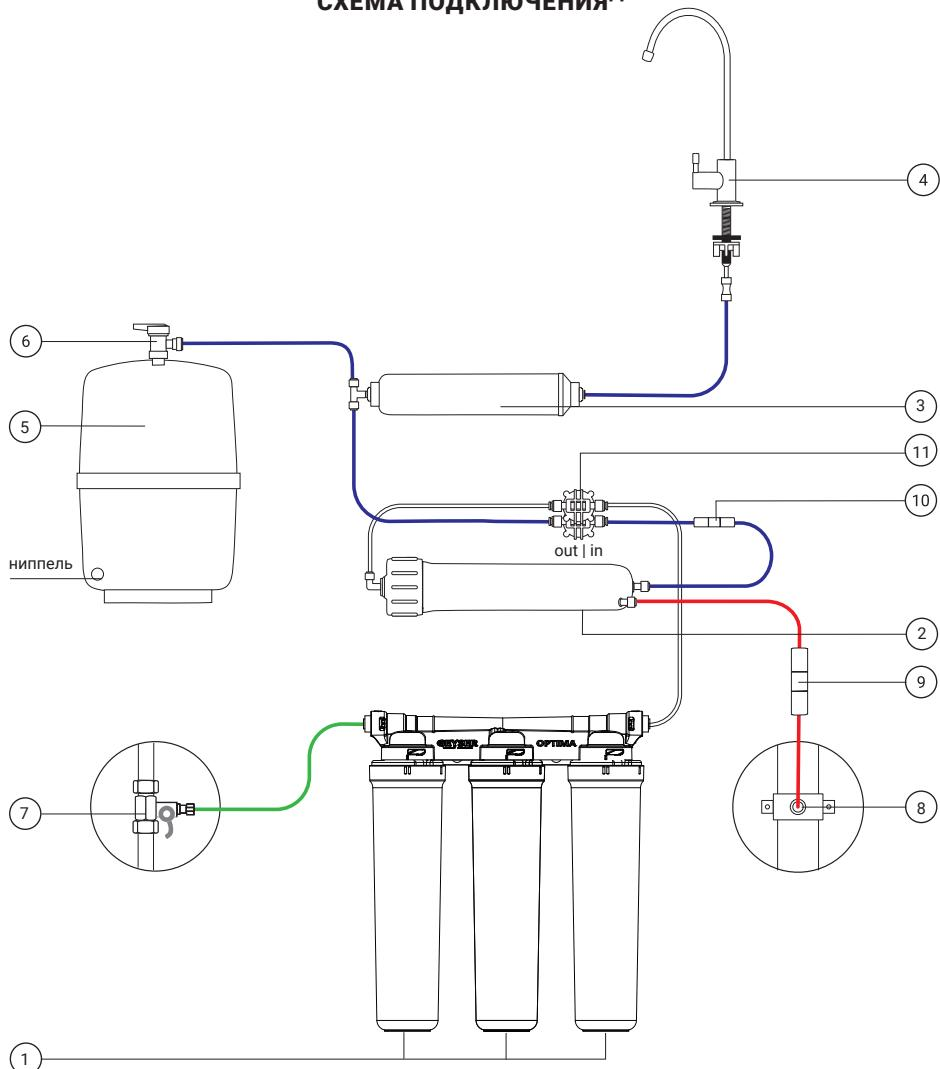

Рис. 2. Схема подключения Гейзер Престиж/Аллегро Оптима.
3. Свободный конец зеленой трубы присоедините к скобе фильтра в соответствии со стрелкой указания направления потока (см. разделы «Схема подключения» (стр. 7, рис. 2) и «Присоединение трубок» (стр. 10)).
5. Свободный конец красной трубы присоедините к ограничителю дренажного потока (см. разделы «Схема подключения» (стр. 7, рис. 2) и «Присоединение трубок» (стр. 9)).
4. Подключите первую часть синей трубы 1/4" к выходу угольного постфильтра (см. разделы «Присоединение трубок» (стр. 9) и «Схема подключения» (стр. 7, рис. 2)).